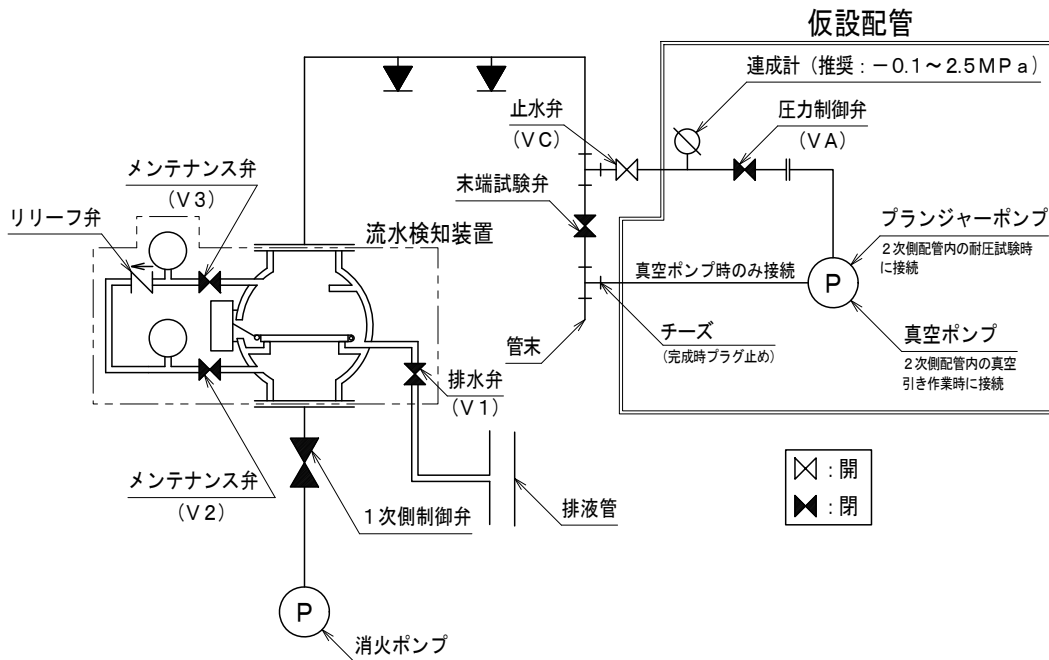

図10. 耐圧試験および真空引き作業前の系統図
- ①末端試験弁周りに仮設配管を設置してください。(図10 参照)
- ②付属弁類の開閉状態を下表 (図10) の状態にしてください。
①プランジャーポンプを外し、真空ポンプを接続してください。（図 10 参照）
②付属弁類の開閉状態を下表（図 10）の状態にしてください。